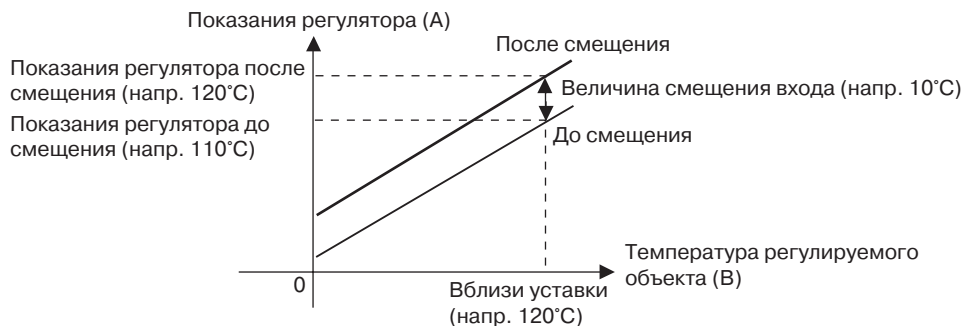

Рис. 2. Смещение «по одной точке».
- 1,2,3... 1. Используя конфигурацию, показанную на Рисунке 1, выберите значение уставки близким к значению, вблизи которого должна регулироваться температура объекта регулирования. Полагаем, что температура объекта регулирования (C) и температура термомпары (B) одинаковы.
2. Определите температуру регулируемого объекта (B) и температуру на дисплее регулятора (A). Отнимите из значения температуры регулируемого объекта (B) температуру на дисплее регулятора (A) и установите в параметрах \bar{LNSL} и \bar{LNSH} полученный результат в качестве значения смещения входа. Смещение показано на Рис. 2.
3. Задав значения для смещения входа, проверьте температуру на дисплее регулятора (A) и температуру регулируемого объекта (B). Если они практически совпадают, на этом процедура смещения температурного входа завершена.